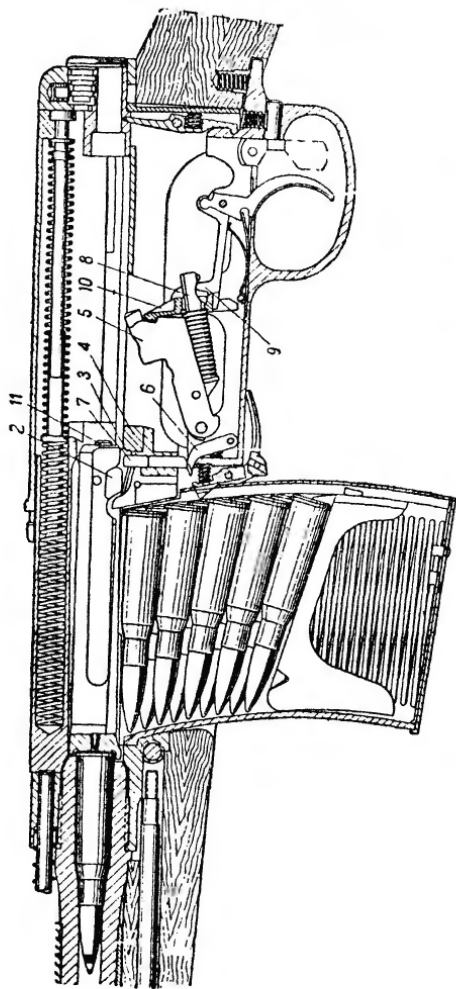

Рис. 75. Взаимодействие частей винтовки при зарядании:
**65.** Для зарядания винтовки (рис. 75) надо: